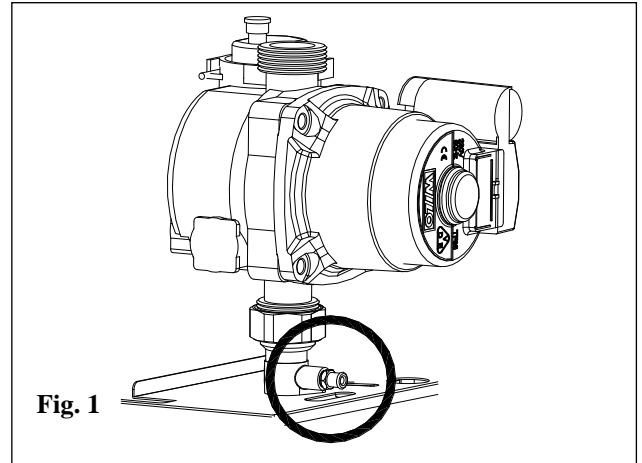

Fig. 1
Il faut d'abord retirer le panneau avant pour retirer les panneaux latéraux (Fig.1).
- Ouvrir le robinet de vidange de l'installation (fig. 1) ;